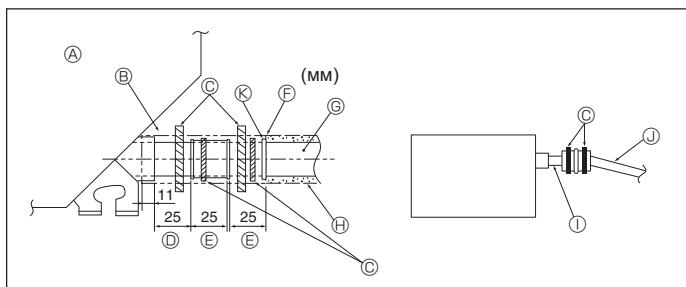

Fig. 5-2
- 1.Подсоедините соединительную муфту для дренажа (входит в комплект поставки прибора) к дренажному порту. (Fig. 5-2)